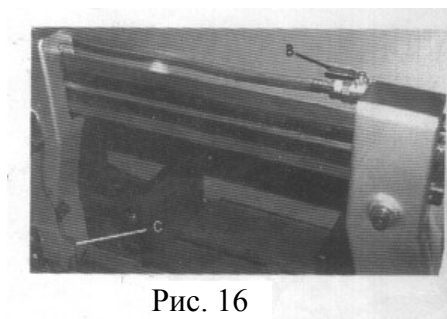

Рис. 16
Использование надлежащей смазочно-охлаждающей жидкости очень важно для достижения максимальной эффективности эксплуатации полотна ленточной пилы. Основной причиной отказа зубьев является чрезмерное накопление тепла. Это причина того, что охлаждающая жидкость необходима для длительного срока службы полотна и высокой скорости резки. Область резки и шкив ленточной пилы необходимо всегда содержать в чистоте. Скорость потока охлаждающей жидкости контролируется рычагом запорного клапана (B) Рис.16, который направляет охлаждающую жидкость на полотно (C). Рычаг (B) показан в выключенном состоянии.